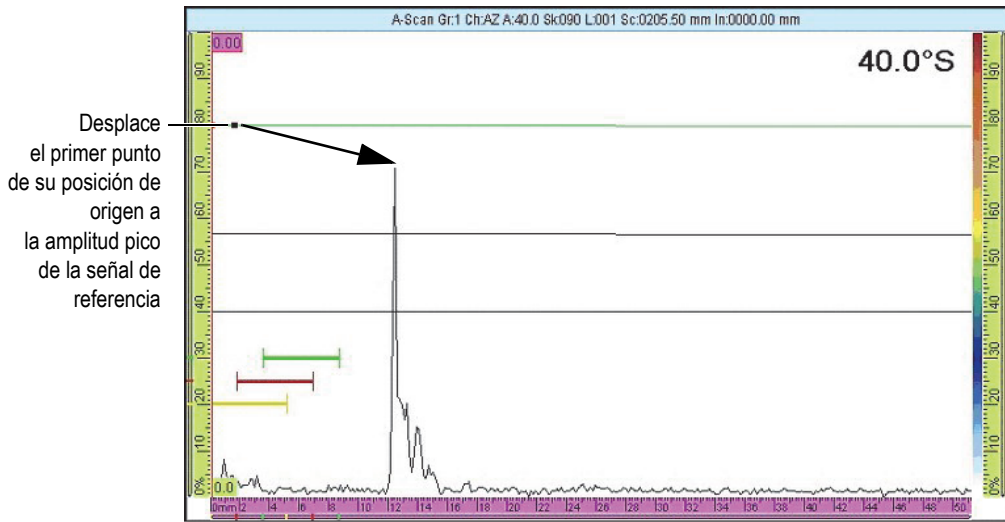

Figura 6-6 Primer punto de la curva DAC
3. Coloque la sonda de modo que la señal del reflector de referencia, que corresponde al primer punto que será añadido a la curva DAC, alcance su máxima amplitud. Véase la Figura 6-6 en la página 179.